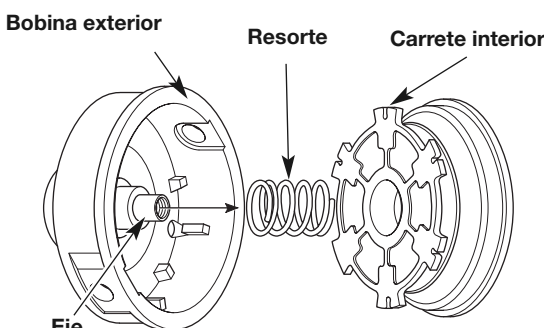

Fig. 13
3. Retire el carrete interior de la bobina exterior (Fig. 13).
4. Retire el resorte del carrete interior (Fig. 13).